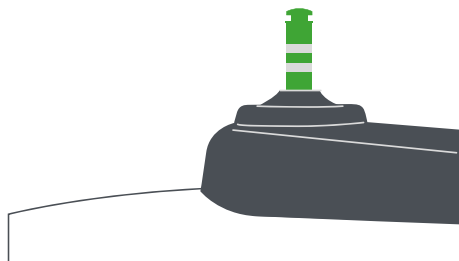

Fig. 8
premier anneau apparaît, puis un second (Fig. 8). L'autocuiseur aura alors atteint la pression de cuisson correcte. Réduisez l'intensité de la source de chaleur à une puissance moyenne-faible qui permette de maintenir la pression stable et affiche toujours le deuxième anneau. Si vous maintenez l'intensité de la chaleur au maximum, la pression continue à augmenter et la soupape de fonctionnement (3) vous avertit en libérant une grande quantité de vapeur. Si cela se produit, ne vous alarmez pas et diminuez simplement l'intensité de la source de chaleur.